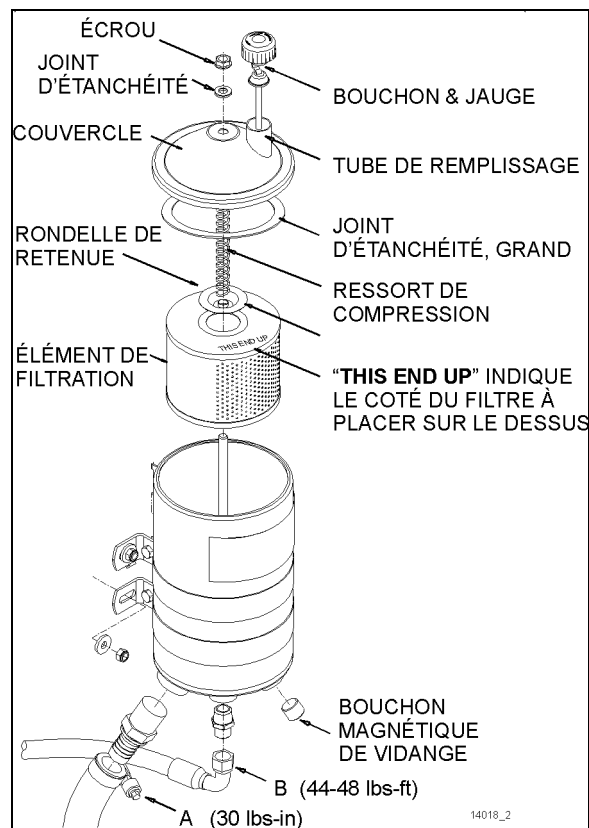

FIGURE 25 : RÉSERVOIR DU LIQUIDE DE SERVODIRECTION
3. Avant de retirer la jauge d'huile sur le réservoir du liquide de servodirection (Figure 25), nettoyez soigneusement le réservoir et son voisinage immédiat pour éviter que le fluide ne soit souillé par des impuretés.
4. Enlever le couvercle du réservoir et le joint d'étanchéité (Figure 25). Enlever le ressort de compression et la rondelle de retenue.